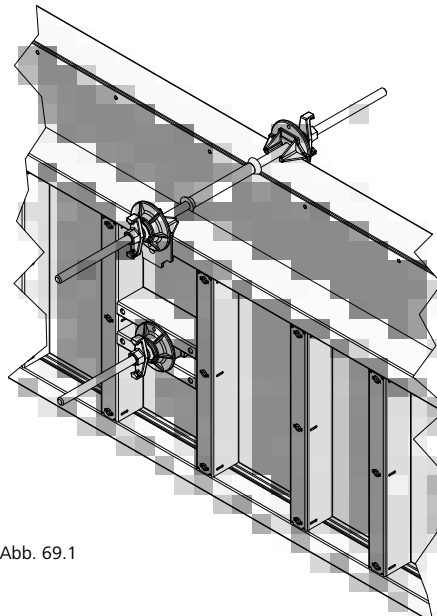
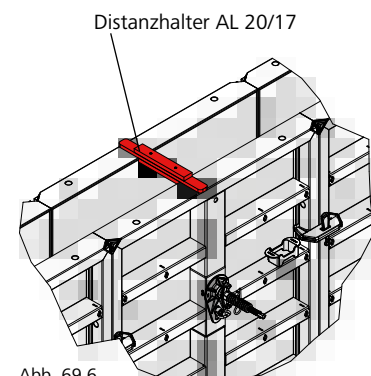

Abb. 69.1
Abb. 69.6
Durch die mittige Ankerstelle kann das Mammut XT-Element problemlos liegend eingesetzt werden (Abb. 69.1 und 69.3). Ggf. ist zur Stabilisierung und zur Einhaltung der Wandstärke im Bereich des oberen Ankers der Distanzhalter (Abb. 69.6) oder ein Dräμβrett einzuplanen. Der Distanzhalter ist für die Wandstärken 20 und 24, sowie 25 und 30 cm verfügbar.
- benötigt (Abb. 69.1 bis 69.4). Der Einsatz eines Rillenrohres ist zweckmäßig. Es dient als Abstandhalter und als Schutz des Ankers vor Verschmutzungen.